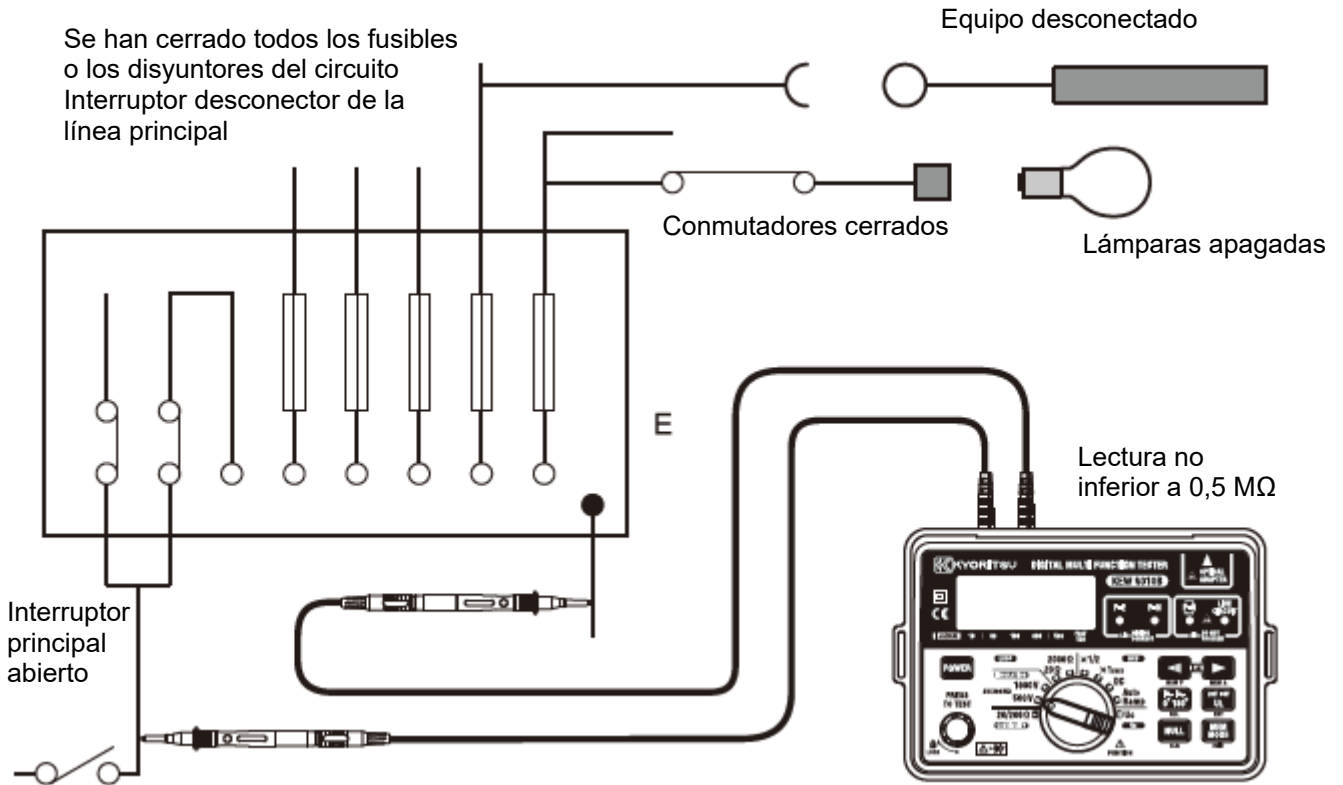

Fig. 7
2. Conecte los cables de prueba al instrumento y al circuito o al aparato sometido a prueba. (Véase la Fig. 7 y 8).